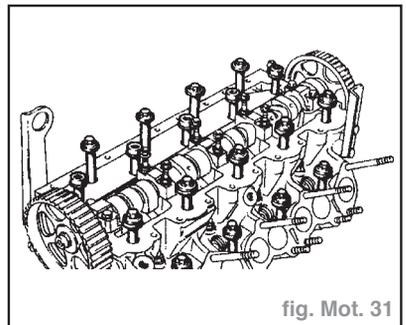

fig. Mot. 31
- les vis de culasse (fig. Mot. 31).